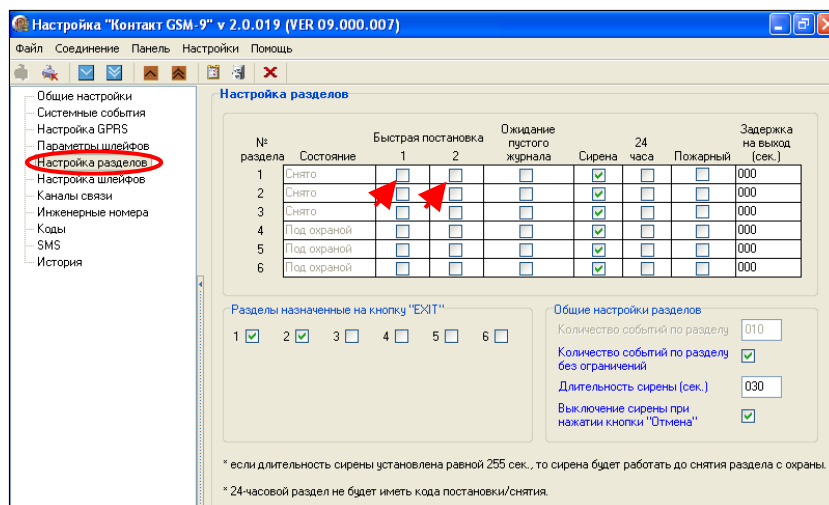

Рис.5.14. Вариант №4 быстрой постановки под охрану: **раздел не ставится под охрану и задержка на выход не включается**, если шлейф нарушен.
**Вариант №4** (рис.5.14) быстрой постановки под охрану: **раздел не ставится под охрану и задержка на выход не включается**, если шлейф нарушен.